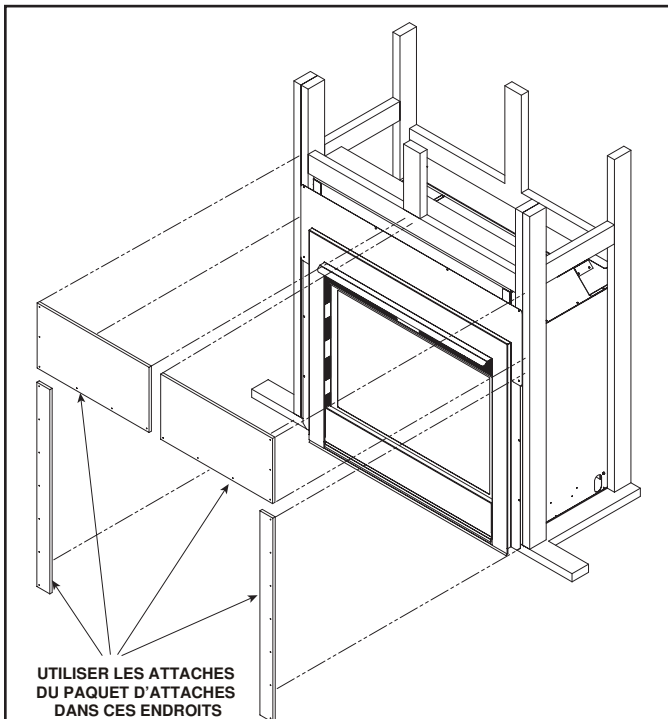

Figure 7.8 Montage du matériau de revêtement non combustible
- Centrer et attacher les planchettes supérieures (les deux plus courtes) au encadrement. Voir figure 7.8.